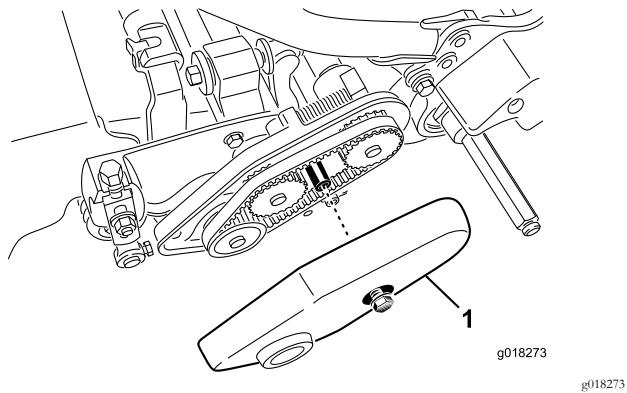

Figure 47
2. Desserrez le boulon à embase qui fixe le couvercle de la courroie et déposer le couvercle pour exposer la courroie (Figure 47).